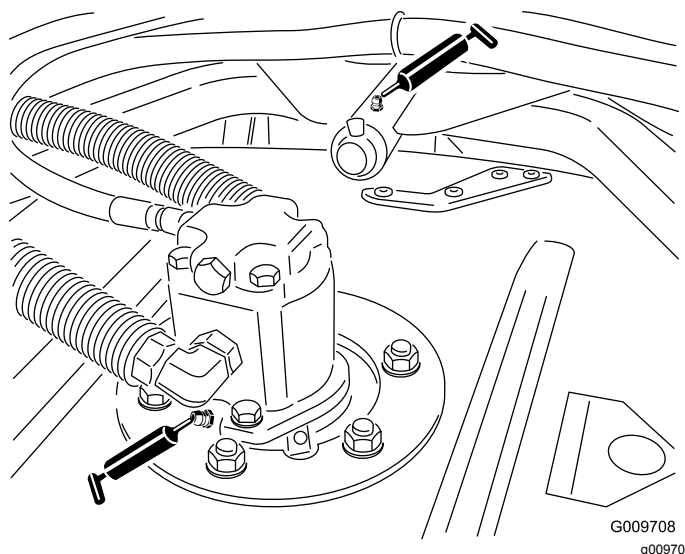

Figure 23
- Roulements d'axes de pivots de plateau de coupe (1 par plateau de coupe) (Figure 23)
- Bagues de bras de bâti porteur de plateau de coupe (1 par plateau) (Figure 23).